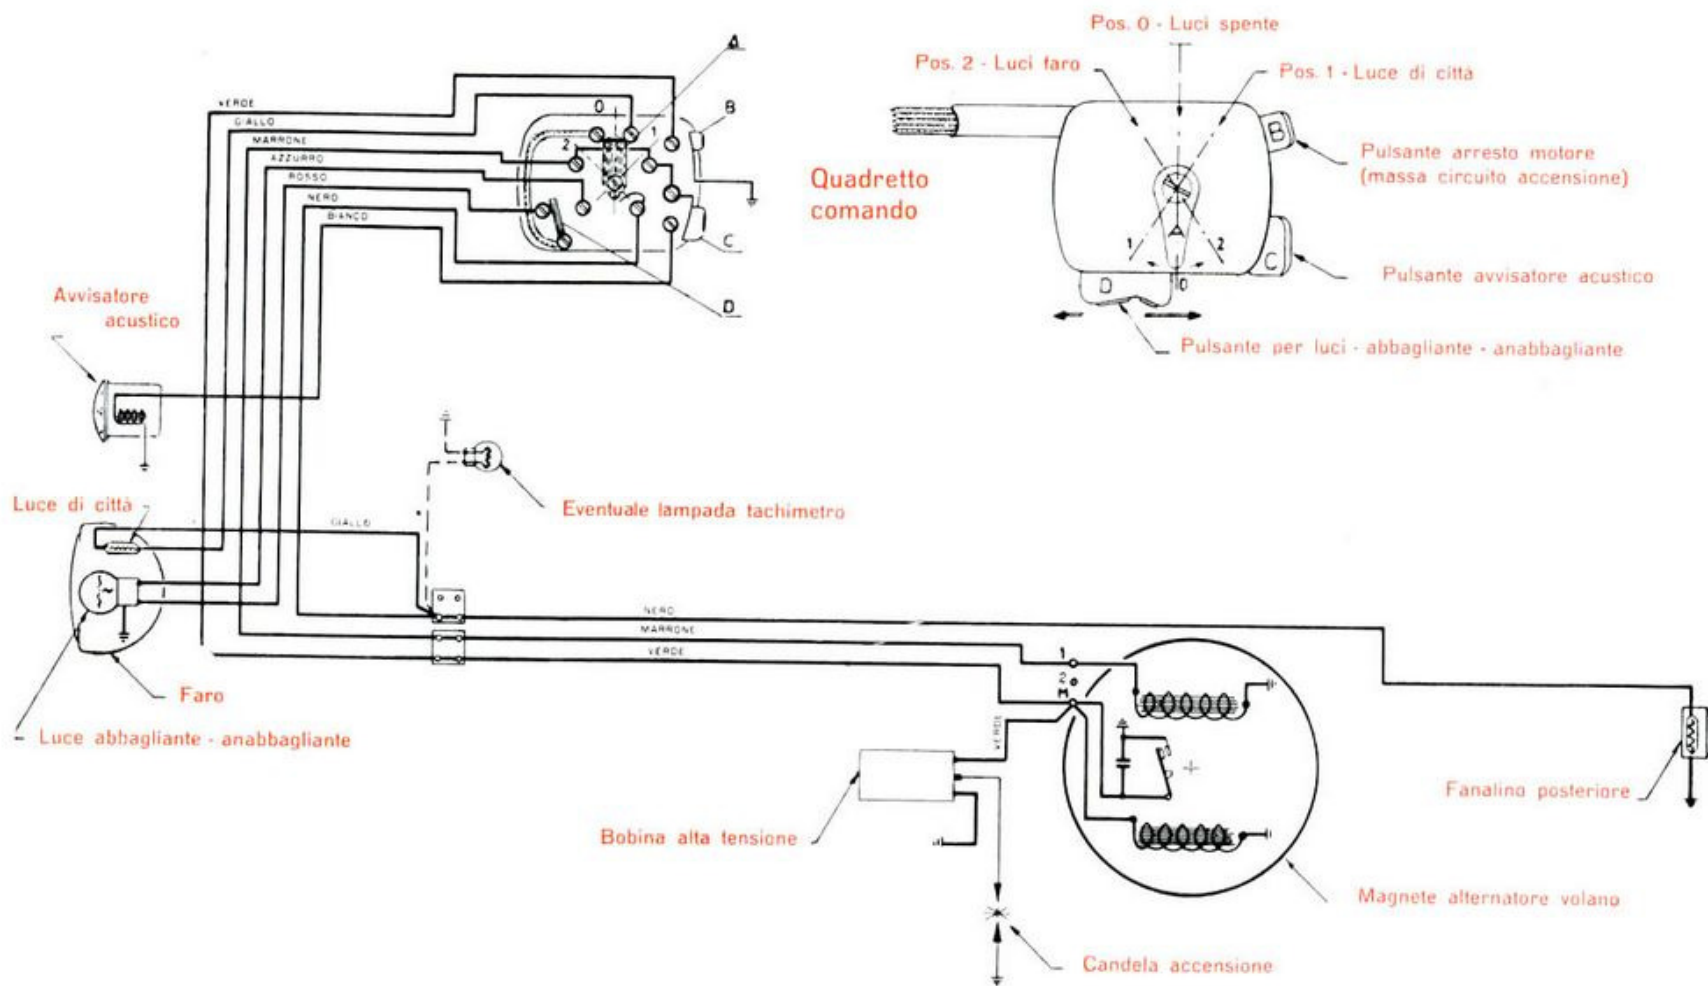

Fig. 45
N.B. - Sulle prime 6.000 Lambrette 125 LD « 57 », viene montato un avvisatore acustico di transizione (dis. 6.A.301) per il quale la presa di corrente non viene derivata dalla morsettiera sul faro, come per il tipo definitivo, ma sul quadretto comando appositamente modificato (dis. 12 A 1761) vedi schema impianto elettrico di transizione fig. 45.